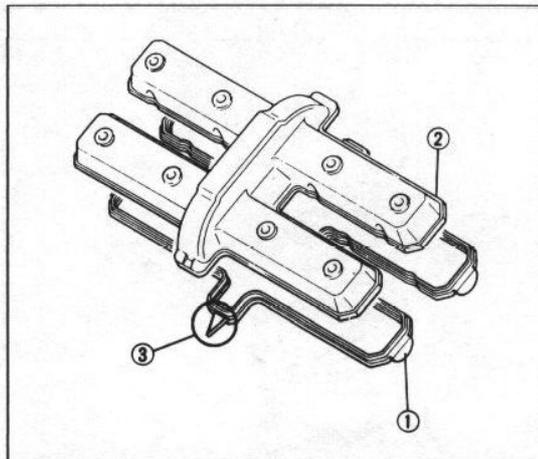

Bild 23
- Die Dichtung des Ventildeckels auf Unversehrtheit prüfen und gemäss Bild 23 auflegen.